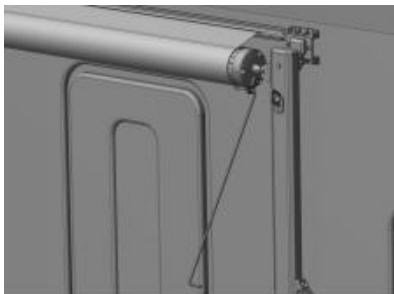

Figura D3
4.1.2 Enganche la palanca de trinquete en la tapa del extremo del rodillo con la varilla de tracción, mueva suavemente la palanca de trinquete en la dirección de la flecha y cambie la dirección del trinquete a "abrir" (Figura D3).